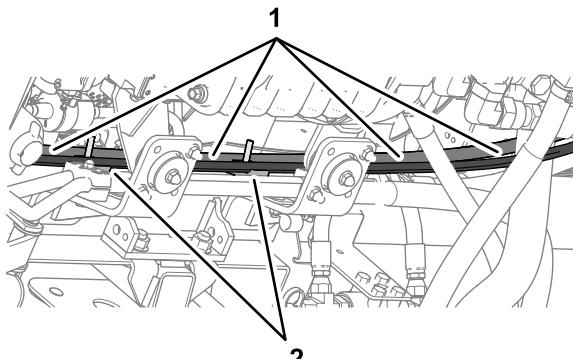

Bild 126
3. Verlegen Sie den Hydraulikpumpenschlauch 6 x 2819 mm (EHI Lenkventilanschluss LS1) mit dem 90°-Anschlussstück in die untere Nut der Schlauchklemmenhälfte an der oberen Position (Bild 126).